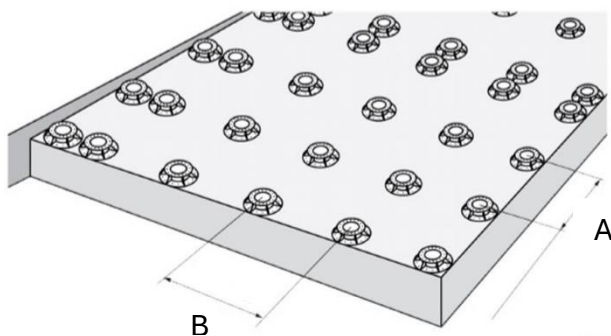

Рис.7
2. На подготовленное основание монтируются регулируемые опоры. Их располагают в соответствии с выбранным направлением укладки досок. При этом важно соблюдать правильное расстояние между опорами — оно не должно превышать допустимую нагрузку (параметр **A**) для конкретной модели лаги (см. схему на рис. 7).